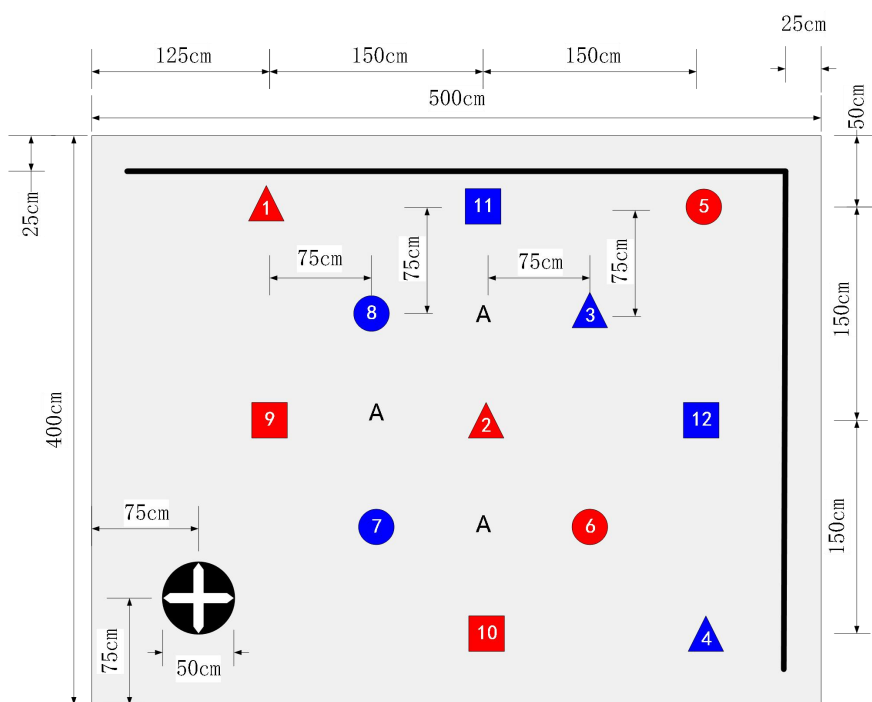

图 1 送货无人机作业区示意图
设计一基于多旋翼飞行器的送货无人机，能够根据不同的要求，向指定的目标地点运送货物。图 1 为作业区域示意图，有起飞降落点和多个具有不同特征的目标地点。
(1) 参赛队在赛区提供的场地测试，不得擅自改变测试环境条件。
(2) 送货作业区域铺设亚光喷绘布为淡灰色（R-240、G-240、B-240），目标地点的形状有三种（圆、正方形、三角形，最大边长或直径为 25cm），颜色有红、蓝两种（红 R-255、G-0、B-0，蓝 R-0、G-0、B-255）；作业区上、右两侧有 1.8cm 宽黑色标志线；应考虑到材料及颜料导致颜色存在差异的可能性。
(3) 测评将现场准备图 1 所示 6 种送货目标的特征样板，如“红色三角形”、